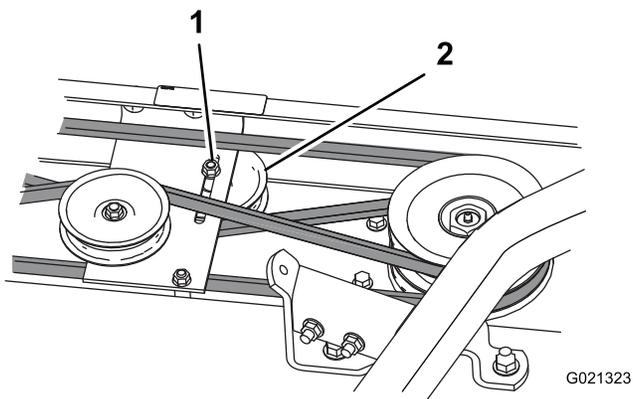

Figura 24
3. Allentate le pulegge tendicinghia per rilasciare la tensione sulle cinghie (Figura 24).
4. Togliete i bulloni di fissaggio, le rondelle di bloccaggio e i dadi che fissano la scatola degli ingranaggi in posizione. Sollevate la scatola degli ingranaggi dalla piastra di montaggio e appoggiatela sopra l'apparato di taglio (Figura 24).
7. Tendete la cinghia posizionando la puleggia tendicinghia sulla cinghia e serrate il dado flangiato della puleggia stessa (Figura 24).